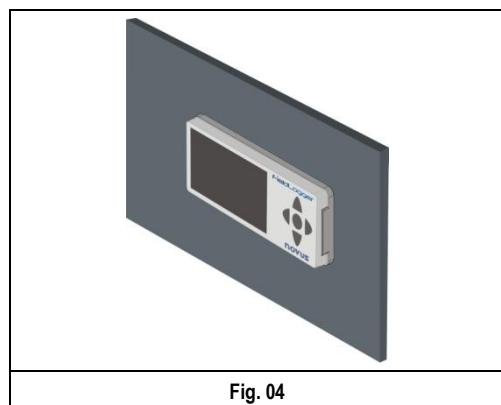

Fig. 04
4. Colocar a IHM no suporte. Cuidar para que fique bem encaixada! (**Fig. 04**)
4. Coloque la IHM en el soporte. Cuide para que quede bien encajada! (**Fig. 04**)
4. Placez l'IHM dans le support. Soignez pour en faire un ajustement serré! (**Fig. 04**)
4. Attach the HMI to the base. Make sure it is well fixed! (**Fig. 04**).